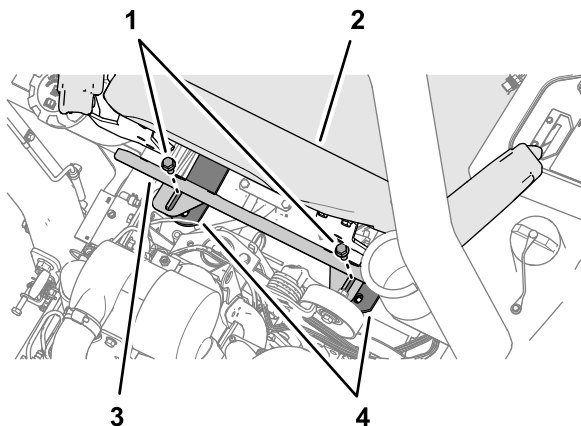

Bild 2
1. Entfernen Sie auf der Rückseite des Fahrersitzes die beiden Bundkopfschrauben, mit denen das Wärmeschutzblech und das Querrohr der Sitzgurte befestigt sind, und entfernen Sie das Wärmeschutzblech (**Bild 2**).